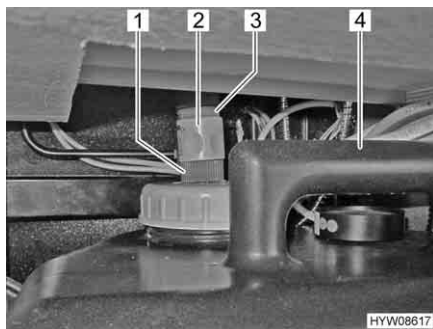

Fig. 64 Afflusso serbatoio delle acque grigie
- Tirare verso l'alto il giunto rapido (Fig. 64,2) sull'afflusso al serbatoio delle acque grigie e rimuovere il tubo flessibile di afflusso (Fig. 64,3) dal collegamento sul serbatoio delle acque grigie (Fig. 64,1).
- Sfilare il serbatoio delle acque grigie tramite la maniglia (Fig. 64,4).